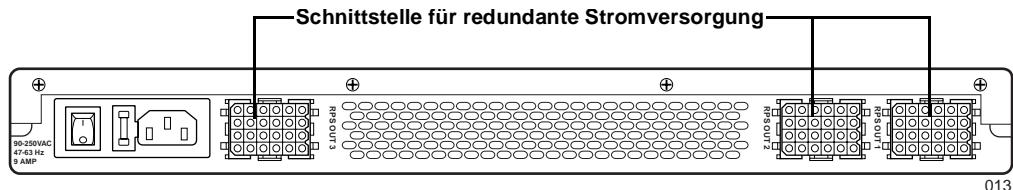

Abbildung 2-5 Rückansicht der redundanten Stromversorgung
4. Verbinden Sie alle ACEswitch 180 mit der Anschluß der redundanten Stromversorgung (siehe Abbildung 2-5).